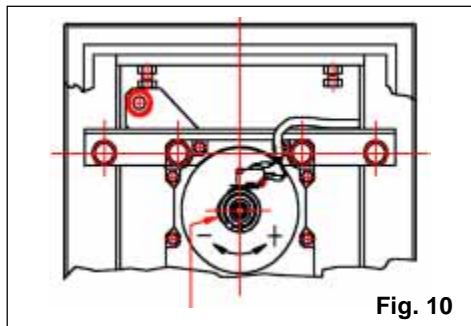

Fig. 10
- Regolare le camme di azionamento dei microinterruttori di finecorsa in modo che vengano azionati rispettivamente con asta in posizione di apertura o chiusura alcuni millimetri prima del rispettivo arresto meccanico fig.10.